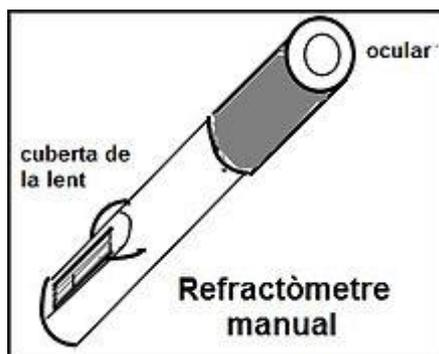

Figura 1
1) El refractómetro (Figura 1) es un instrumento óptico delicado. Se debe utilizar con cuidado, evitando que sufra golpes. Proteja el instrumento de calor excesivo y de cambios drásticos en humedad. Guarde el refractómetro en su estuche cuando no esté en uso.